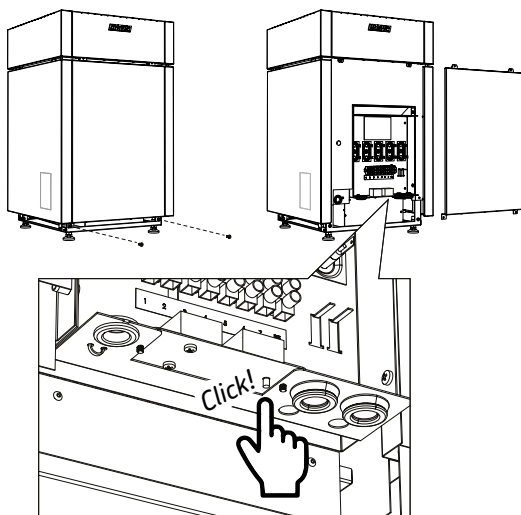

Bild 13. Återställning av överhettningsskydd för ånggenerator
- Kontrollera att inte överhettningsskyddet har löst ut. (Bild 13. Återställning av överhettningsskydd för ånggenerator)
- Instruktioner för återställning av ånggeneratorns överhettningsskydd (Bild 13. Återställning av överhettningsskydd för ånggenerator)